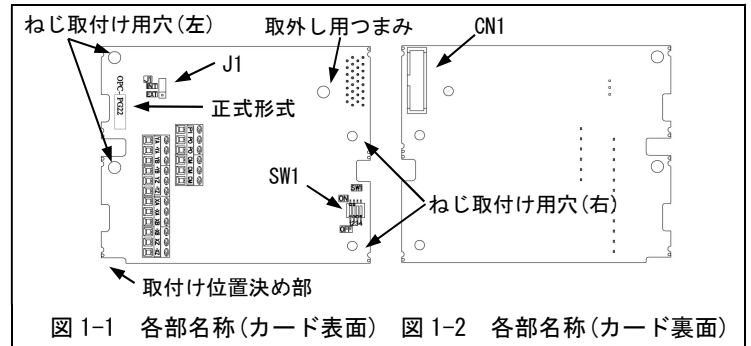

図 1-1 各部名称(カード表面) 図 1-2 各部名称(カード裏面)
- (1) PG インタフェースカードおよび、ねじ (M3×8 : 4本) が入っていることを確認してください。
- (2) PG インタフェースカード上の部品の異常、凹み、反りなど輸送時での破損がないことを確認してください。
- (3) PG インタフェースカード上に形式「OPC-PG22」が印刷されていることを確認してください。(図 1-1)
注意 PG インタフェースカードの取付け位置決め部 (図 1-1) がツメ (図 2-2①) にセットされ、CN1 (図 2-3②) が確実に差し込まれていることを確認してください。図 2-3 は取付け完了を示します。本インタフェースカードは C-Port 以外に取り付けられないでください。接続すると破損する可能性があります。
- (3) PG インタフェースカードの配線を行います。